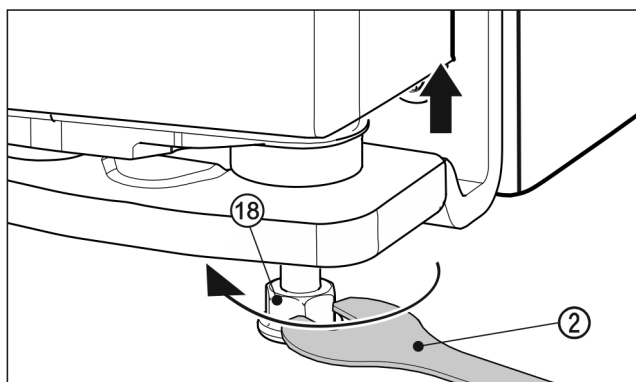

Fig. 25
- ▶ Norėdami pakelti duris, reguliavimo kojėlę *Fig. 25 (18)* pridėdamu veržliarakčiu *Fig. 25 (2)* išsukite pagal laikrodžio rodyklę, kol bus užtikrintas kontaktas su grindimis. Tada sukite toliau, kol bus sureguliuotas durų aukštis. Pristatant atraminis varžtas įsuktas iki galo.